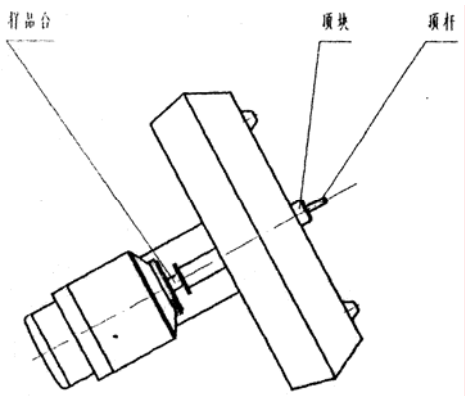

图 6
- 2. 去掉包装塑料袋，然后倾斜放在桌面上，如图 6 所示，逆时针卸掉包装用顶杆（如在旋转顶杆时将顶块一起卸下了，请在卸掉顶杆后将顶块拧回原位）。卸完后，重新摆正放稳仪器。